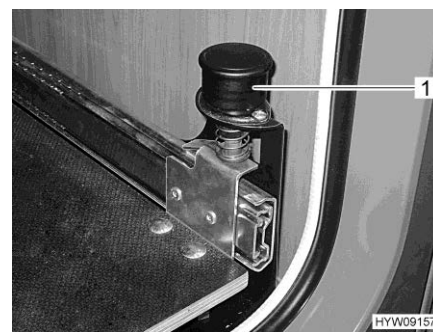

Fig. 119 Pomello con arresto
- Tirare verso l'alto il pomello (Fig. 119,1). La base estraibile del vano portabombole è sbloccata.